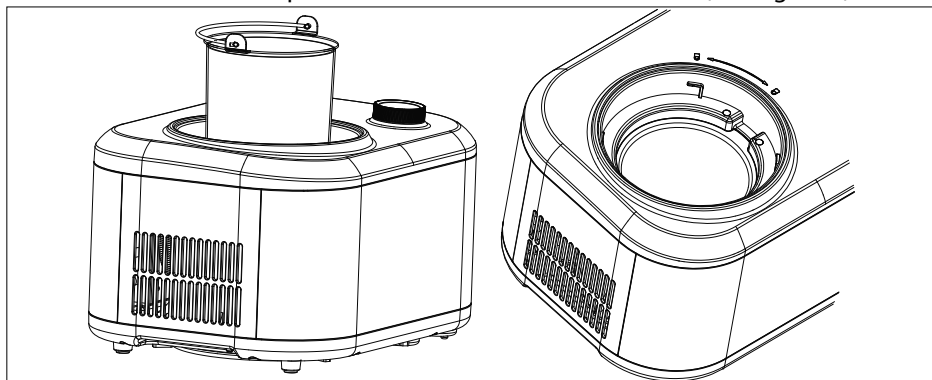

Fig. 4
- ▶ Installez le bol en aluminium dans la cuve de refroidissement, en insérant les deux extrémités de la poignée du bol en aluminium dans les encoches de l'anneau supérieur de la cuve de refroidissement (voir figure 4).